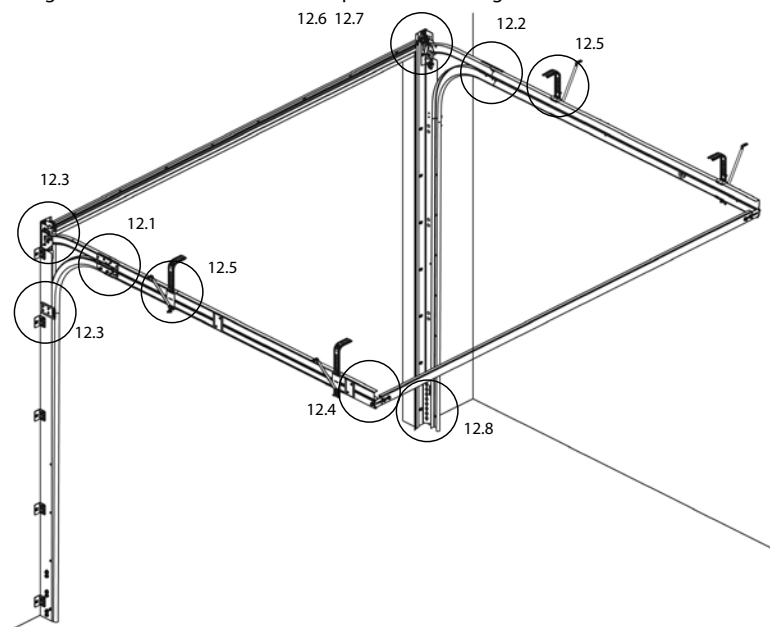

Fig. 12.
Fastgør de vandrette skinner til vinkelprofil som vist i fig.12.
5) Monter de vandrette Nedhængsbeslag. Nedhængsbeslag placeres på de vandrette skinner (fig. 12). Det forreste Nedhængsbeslag placeres 900 mm fra porthullet. Det bageste Nedhængsbeslag placeres 300 mm fra bagbommen.
6) på hver vinkel profil placeres wirehjul (fig.12.b and 12.6a);